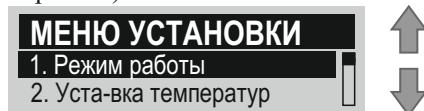

Рисунок. 19. Вид экрана «Меню установки»
7.3.12 Меню установки. Переход в режим меню установки осуществляется с помощью клавиши «≡ :» (см. рис. 19).
В памяти прибора содержится семейство зависимостей температуры уставки теплоносителя, необходимой для поддержания постоянной комнатной температуры, от температуры уличного воздуха (см. рис. 19). Необходимо в соответствии с рис. 19 выбрать ту кривую, при которой в помещении станет комфортно. Наименование кривой номинально совпадает с температурой уставки, при которой в помещении комфортно при уличной температуре 0°C. Если в помещении холодно – следует выбрать кривую с большим номиналом, если жарко – с меньшим.